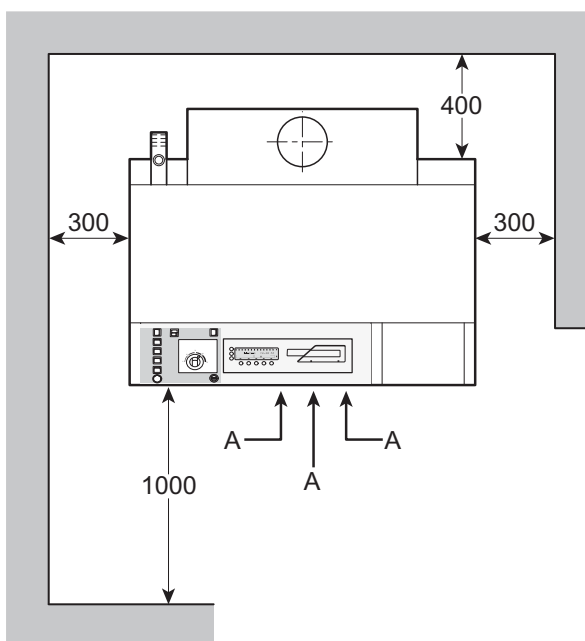

Рис.12.
- Для доступа к арматуре котла, очистки нагревательных поверхностей необходимо соблюдение указанных на рис.12 минимальных расстояний.
- ▶ Необходимо обеспечить подачу воздуха для горения (A) со стороны передней поверхности котла.